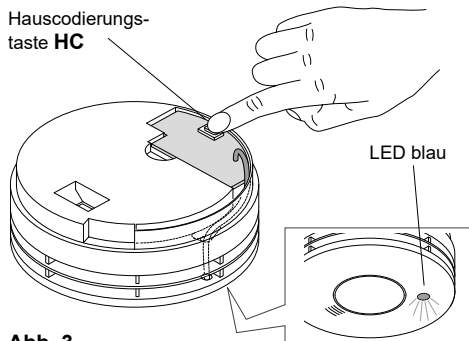

Abb. 3
1. Drücken Sie die Hauscodierungstaste **HC** am Modul, und halten Sie diese gedrückt, bis die blaue LED im Gehäuse aufleuchtet (siehe Abbildung 3). Lassen Sie dann sofort die Taste los, woraufhin die blaue LED in rascher Folge blinkt, bevor sie erlischt.